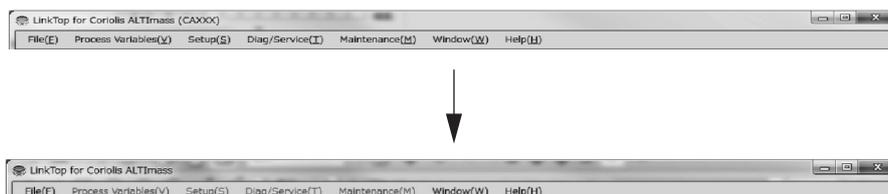

図16
- ④ 接続が終了すると図16のように、メニューが一部使用不可(文字の色が灰色)となります。